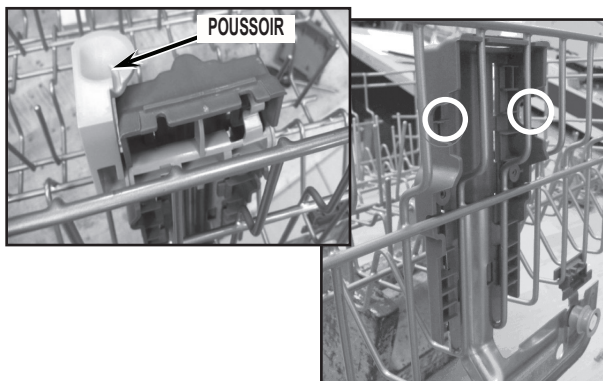

FIGURE 7
9. Ensuite, installer l'actionneur du mécanisme de réglage. Le poussoir de l'actionneur doit être orienté vers l'avant du panier pour que le mécanisme de réglage fonctionne correctement. Deux (2) encoches en demi-cercle sur le corps du mécanisme de réglage servent à maintenir l'actionneur en place. Voir la Figure 7.